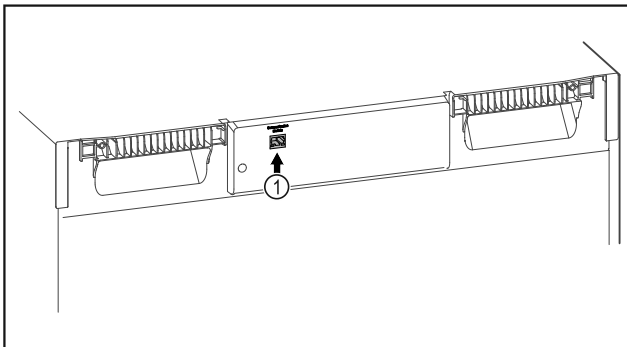

Fig. 114
- ☐ Το SmartModule Fig. 114 (1) είναι τοποθετημένο.